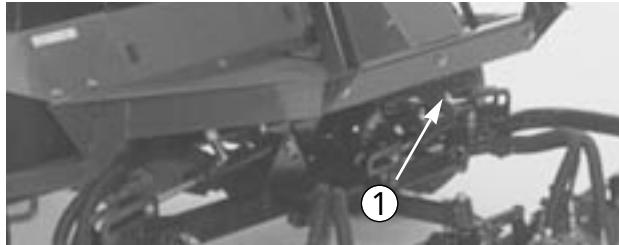

図 31
2. 前フレーム部材の中央部(図31)に、チェーンやロープなど適当な牽引索を取り付ける。